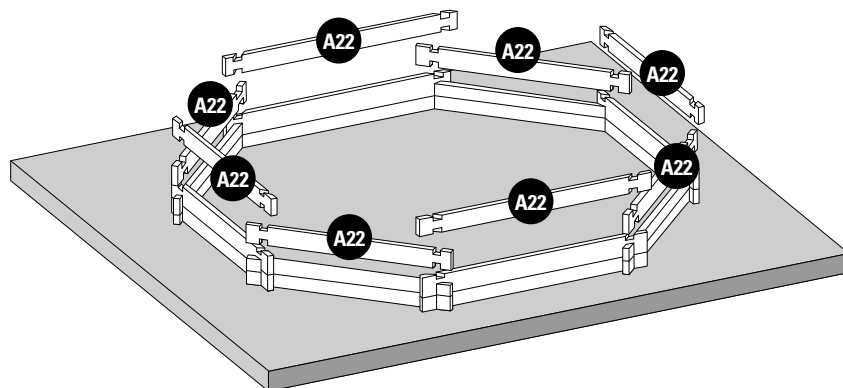

Fig. 3 / Abb. 3 / Afb. 3
**3rd LAYER OF BOARDS:** Install the third layer of boards as shown in figure 3. The position of the refilling fitting with the key and the skimmer should be defined at the start of the assembly (read the specific paragraphs).
**3ÈME RANGÉE MADRIERS :** Positionnez les madriers de la 3ème rangée conformément à la figure 3. Vous devez avoir déterminé l'emplacement de la buse de refoulement et du skimmer dès le début du montage (voir paragraphes spécifiques).
**3. BRETTREIHE:** Platzieren Sie die Bretter der dritten Reihe laut Abb. 3. Zu Beginn der Montage müssen Sie die Lage des Druckventils und des Skimmers festlegen (lesen Sie hierzu die entsprechenden Abschnitte).
**3ª RIJ PLANKEN:** Plaats de planken van de derde rij zoals te zien is op afbeelding 3. U moet al bij aanvang van de montage bepalen op welke plaats het uitstroombondstuk en de skimmer moet komen (less de betreffende paragrafen).